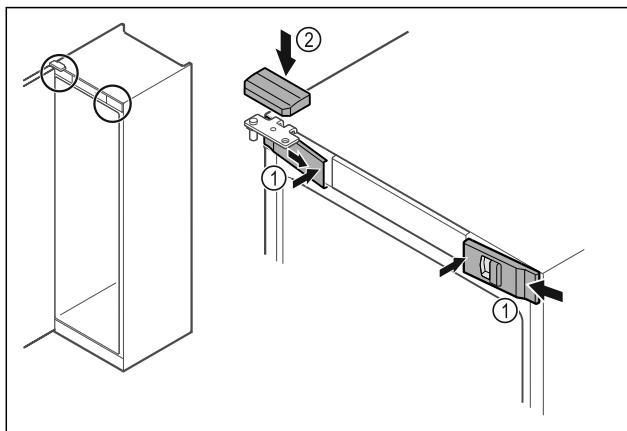

Fig. 54
- Αναρτήστε τα μπροστινά καλύμματα Fig. 54 (1) στο πλάι και κουμπώστε τα εσωτερικά.
- Κουμπώστε το επάνω κάλυμμα Fig. 54 (2) από πάνω.